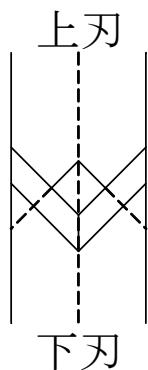

図6
- 刃を取り付けた後、図6のように上刃と下刃がずれていない事を確認して下さい。
ずれている場合は、CのネジとBのネジを緩め、図6のように、刃を閉じた状態で上